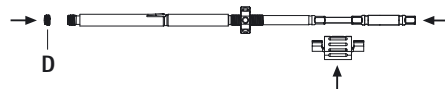

Fig. 12
- Introdurre il cacciavite nella bussola interna, fissarlo con il distanziatore e inserire la vite di bloccaggio **D**, vedere Fig. 12.